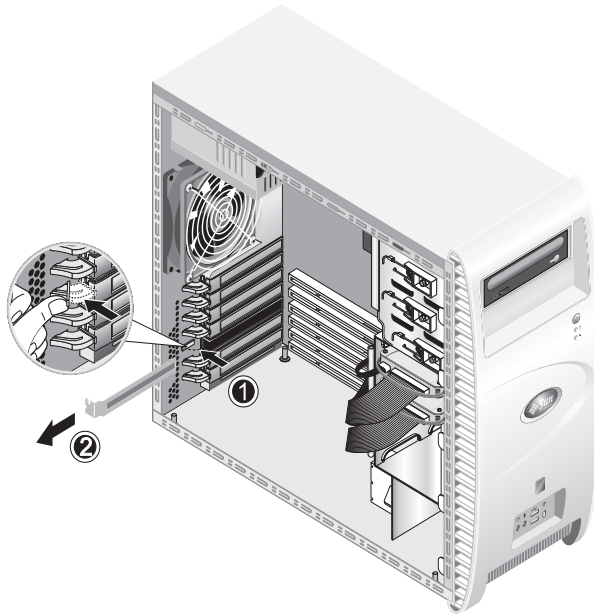

FIGURA 4-15 Retiro de una tapa de ranura de tarjeta PCI
5. **Desde la parte interna del chasis, comprima el clip de retención azul (que fija la tapa de la ranura seleccionada) hasta que pase por la hendidura del panel posterior (véase (1) en la FIGURA 4-15). Luego, gire el clip hacia afuera.**
6. **Tire de la tapa de la ranura hacia afuera (véase (2) en la FIGURA 4-15).